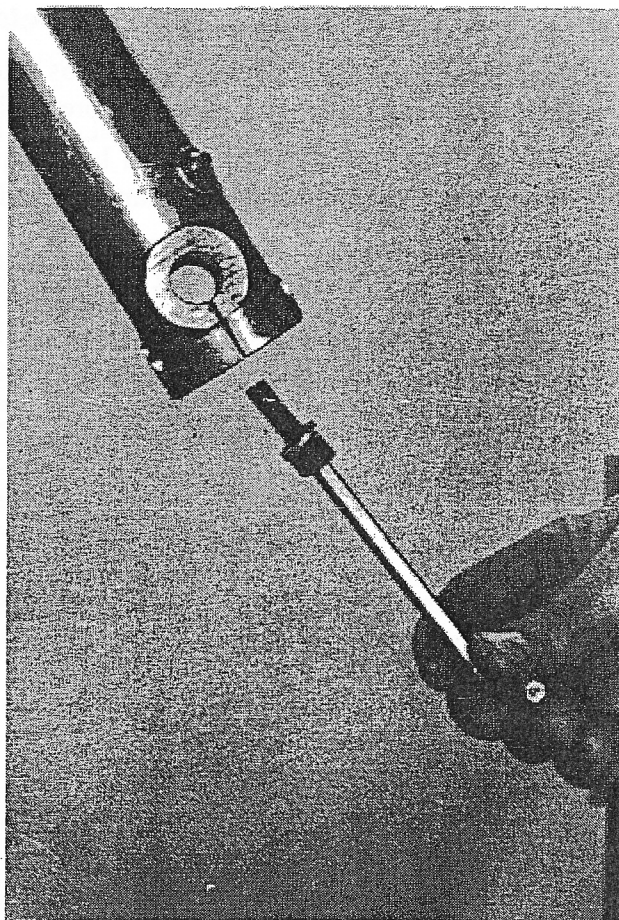

FIG.181
13. Limpia bien las roscas del tornillo Allen que une la botella de la horquilla y la base del conjunto válvula. Coloca la arandela de presión en el tornillo y después la arandela plana. Mantén la horquilla como vemos en la Fig 181, mete el tornillo por el hueco de la botella y enróscalo en la base del conjunto válvula. Aprieta bien el tornillo.